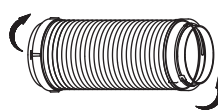
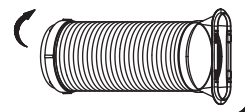

Fig. 16a
Fig. 16b
1. Instalar el adaptador B sobre la manguera de escape según se muestra en la Fig. 16a o Fig. 16b. Remitirse a las páginas anteriores para la instalación del kit de la ventana.